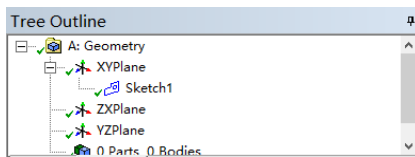

图 3-88 插入草图
2) 单击工具栏中的 “New Sketch” 按钮口, 此时在树结构图中的 “XYPlane” 选项下将生成 “Sketch1” 对象, 如图 3-88 所示。